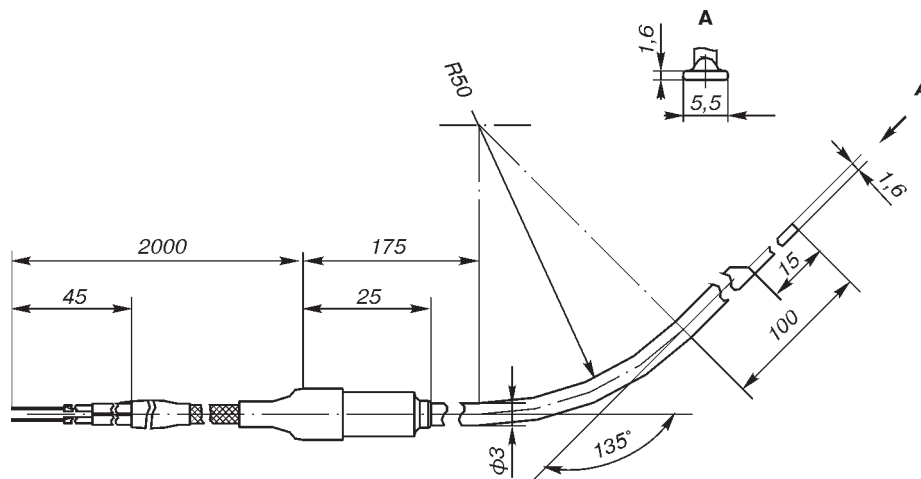

Рис. 14.
**Назначение:** преобразователи термоэлектрические **ТХК Метран-232** по рис. 14 предназначены для измерения температуры различных поверхностей, например, для измерения температуры поверхности брони доменной печи.
- 14** по рис. 14 (только для ТХК Метран-232)